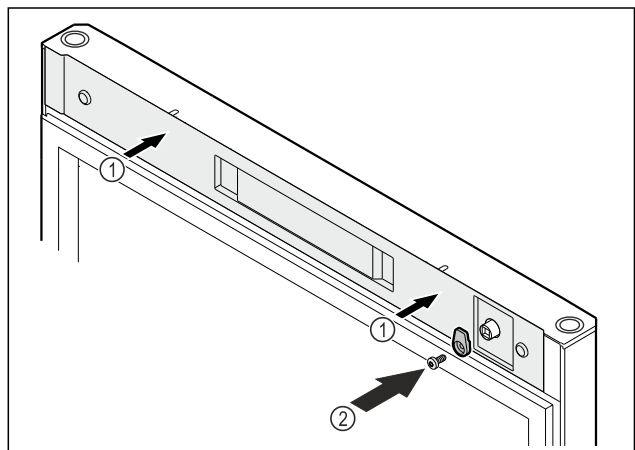

Fig. 54
- Vendosni kapakun mbulues Fig. 54 (1).
- Mbërtheni vidat e grepit të mbylljes Fig. 54 (2).